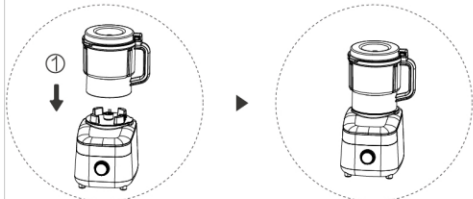

图8-2
- 将多功能杯安装到主机上，即可实现绞肉功能（见图 8-2）。